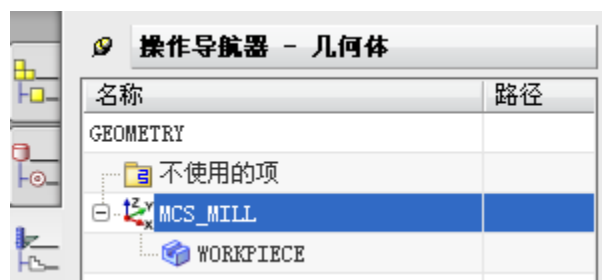

图 8-31
- 单击 ，切换到几何视图，单击 ，显示如图 8-31 所示的对话框。